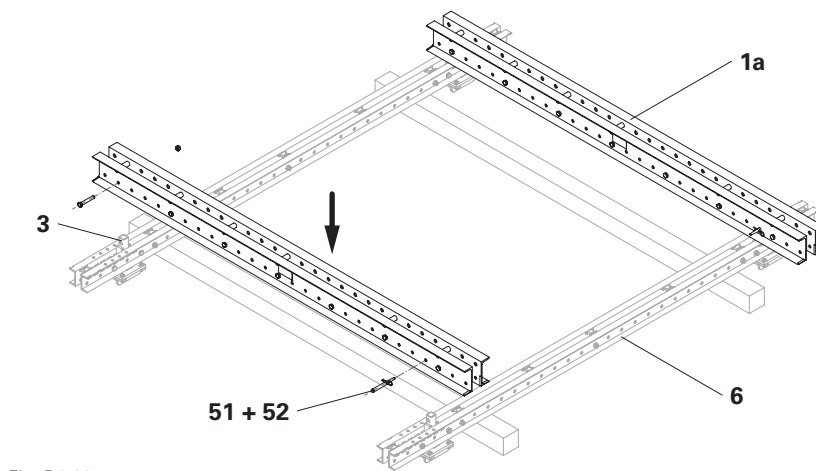

Fig. B2.03
3. Fissare le guide di ripresa RCS (**1a**) con perni calibrati Ø 21 x 120 (**51**) e fissare con un inserto a molla 4/1 (**52**). (Fig. B2.03 + B2.04)
Il perno calibrato Ø 21 x 120 (**51**) può essere sostituito da una vite ISO 4014 M20 x 90-8.8. (Fig. B2.03)